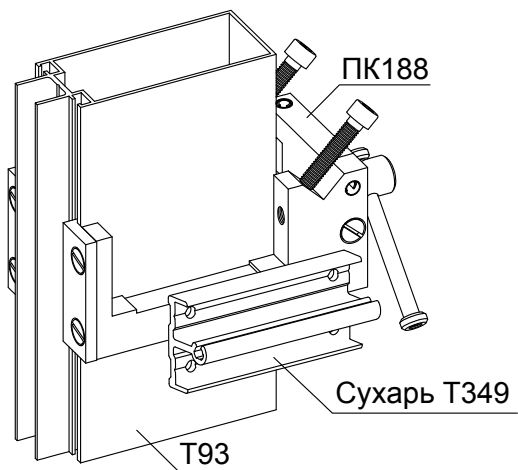

Рис. 13.5
13.7 Установка и крепление сухарей на стойках осуществляется с помощью шаблонов ПК188 и ПК189 (см. рис. 13.5, 13.6). Использование шаблонов гарантирует точное взаимное расположение ригеля и стойки в поперечном направлении, а также расположение ригелей, находящихся по разные стороны стойки, на одном уровне.